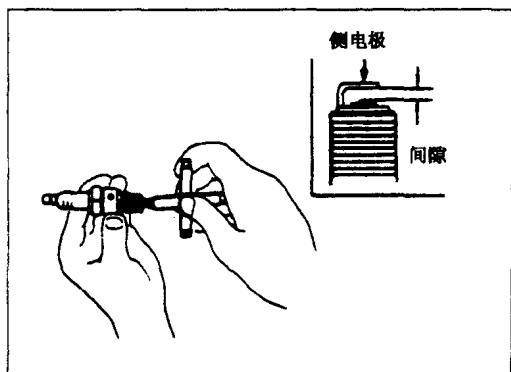

图1-25
(3) 用喷砂器清洗火花塞。
(4) 检查绝缘体有否裂纹或碎裂，垫片有否损坏或者老化，电极有否磨损和烧伤，如它们有严重磨损应更换新火花塞。
(5) 检查火花塞间隙，见图 1-25。